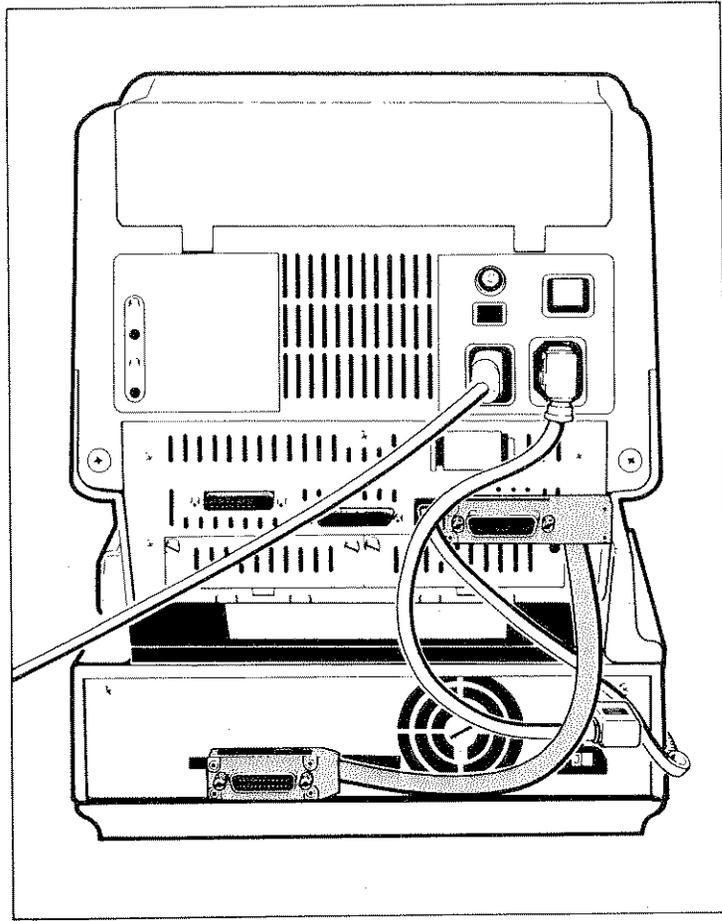

Abbildung 4: Anschluß des HP-IB Kabels an Computer und
- Abbildung 4 zeigt die Verbindung des HP-IB Kabels mit einem HP 150 Computer. Sollten Sie einen anderen Computer haben, befindet sich der Anschlußstecker nicht unbedingt an derselben Stelle.